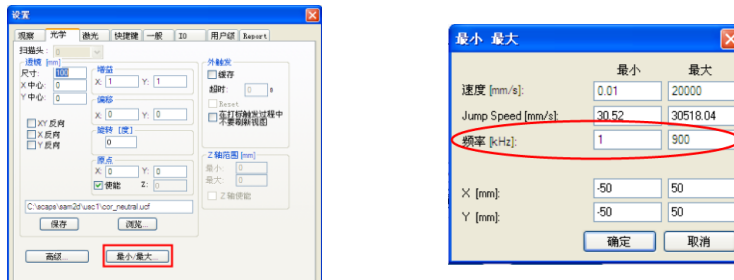

图 20
3) 点击 “最小/最大” , 设置频率: 最小值为 1KHz, 最大值为 900KHz(如图 20), 设置完毕, 点击确定。(注: SAMlight 控制板卡对于 900KHz 以上的频率信号控制的并不准确, 导致激光器在 900KHz 频率以上可能无法正常工作)